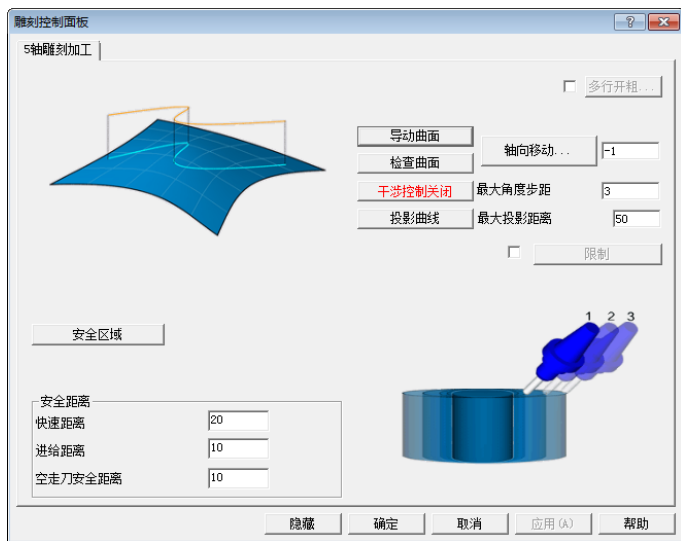

图 5-30 “雕刻控制面板”对话框
3) 单击“刀路轨迹”后的“进入”按钮,弹出“雕刻控制面板”对话框,设置相关参数如图5-30所示。